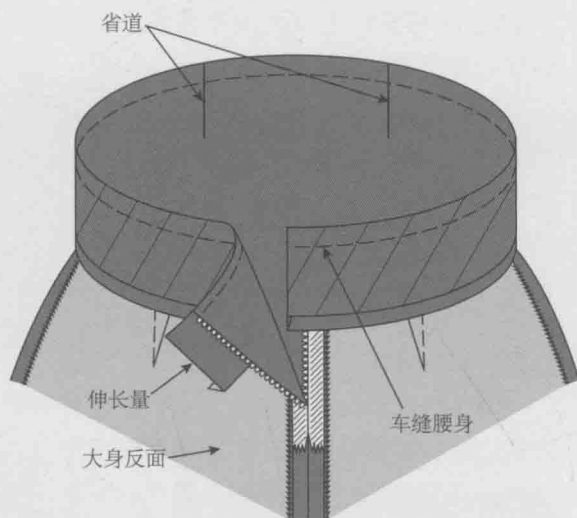

图1.4B 车缝伸长量与直腰身边缘
6. 将腰身缝份整烫平整后包在腰身内(见图1.4B)。
7. 折叠腰身两端使正面对齐;左侧从刀眼车缝到腰身上口将左边缝住;再车缝右侧后修剪缝份边角(见图1.4B)。
10. 然后缝合叠门量并直缝腰身边缘(这会因设计不同而异), 如图1.4B所示。修剪边角、翻转与熨烫。